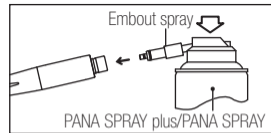

Fig. 8
1) Insérez l'embout du spray dans le raccord prévu à cet effet. (Fig. 8)